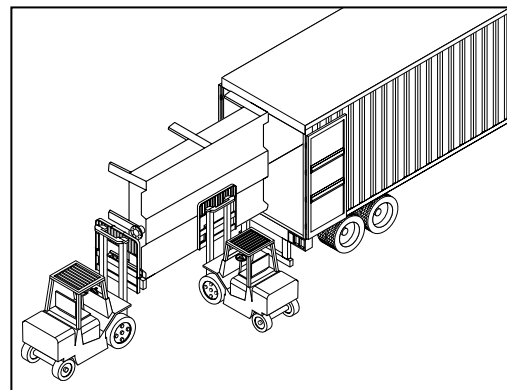

Figura AP-5: Descargando la cisterna con montacargas
- E. Utilice un montacargas para sostener la cisterna en el extremo que está fuera del contenedor, mientras que otro montacargas la sostendrá por un lado y luego la colocará en el piso (ver Figura AP-5). Remueva los patines metálicos solo si la torre será ensamblada.